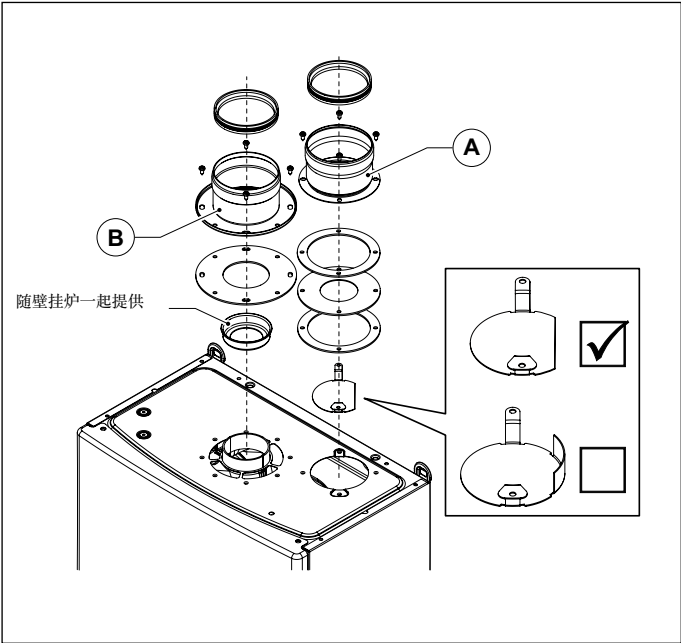

图 8 0SDOPPIA13
- 安装特制缓流片（参加 图 8 0SDOPPIA13).
- 安装特制缓流片 （参加 图 8 0SDOPPIA13).